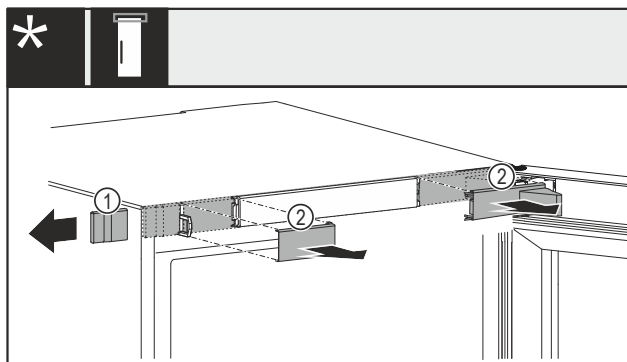

Fig. 14 Avec verrou mécanique ou électrique*
- Retirer avec précaution le cache Fig. 14 (1) sur le côté.*
- Retirer avec précaution les caches Fig. 14 (2) vers l'avant.*